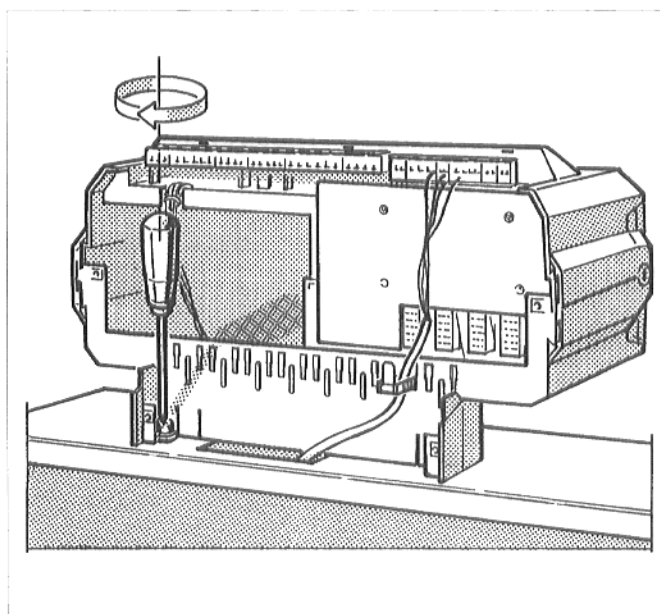

Abb. 7: Regelgerät festschrauben
- Regelgerät mit zwei Schrauben in den hinteren Ecken des Kabeldurchgangs auf der Kesselhaube festschrauben (Abb. 7).